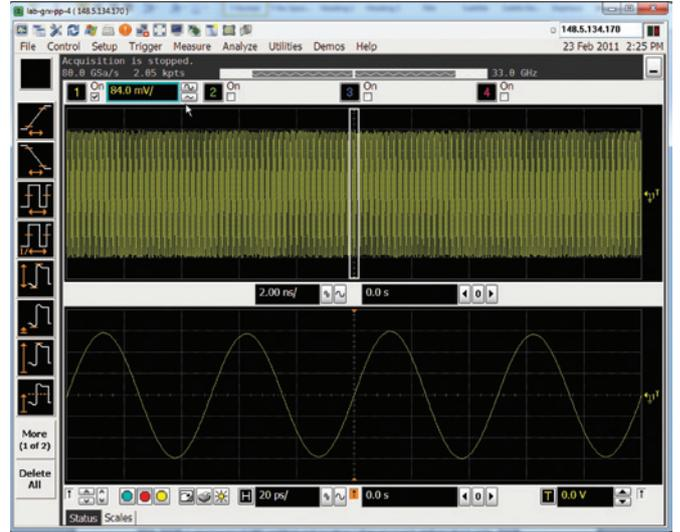

图 7. 将正弦波应用于通道，其频率可生成此波形
1. 将射频正弦波应用于给定通道，而且频率在其带宽范围内（图 7）。